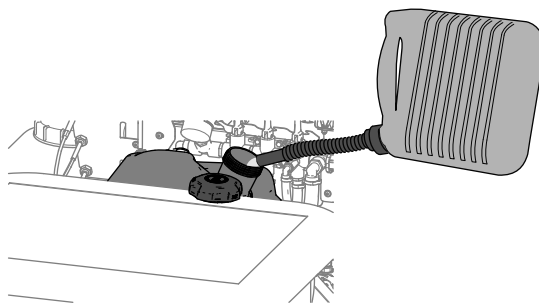

Figure 15
3. Nettoyez la surface autour du bouchon du réservoir de carburant et enlevez le bouchon (Figure 15).
4. Remplissez le réservoir de carburant (Figure 15) jusqu'au bas du goulot de remplissage. **Ne faites pas monter le carburant dans le goulot de remplissage du réservoir.**